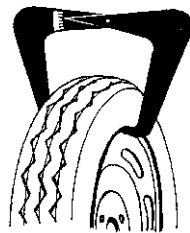

Рисунок 5.4 – Измерение ширины колеса кронциркулем
*Измерить ширину колеса с помощью кронциркуля, рисунок 5.4. Нажимая клавиши*
Нажимая клавиши **ALU**  и **ALU**  выбрать первую схему. Измерить ширину колеса с помощью кронциркуля, рисунок 5.4. Нажимая клавиши **ШИРИНА**  и **ШИРИНА** , ввести ширину.